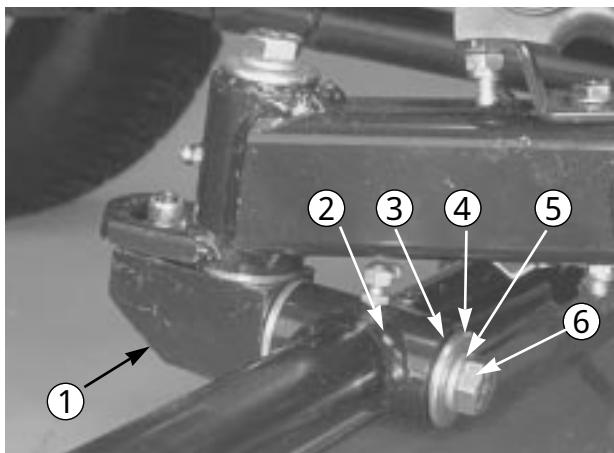

図 9
7. カッティングユニットの取り付けシャフトとキャリアフレームのピボット・チューブを整列させ、シャフトをチューブに差し込む（図9）。